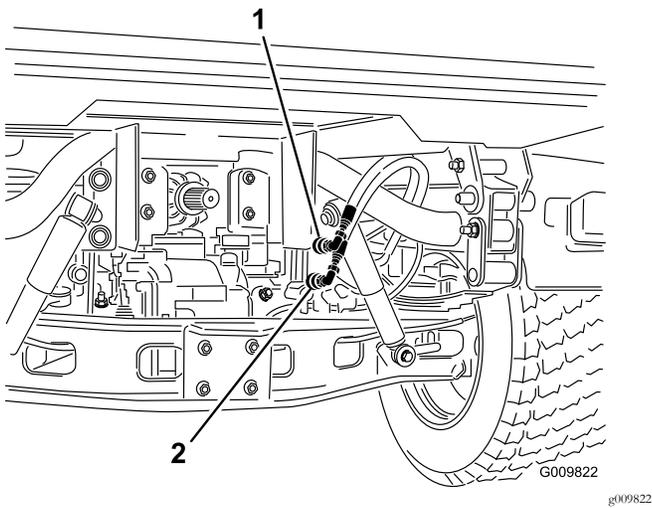

图16
2. 在序列号为 240000001 及以后的工作车上从固定至接头支架的软管上断开两个提升油缸软管图16。将盖子插入油缸软管快速接头。